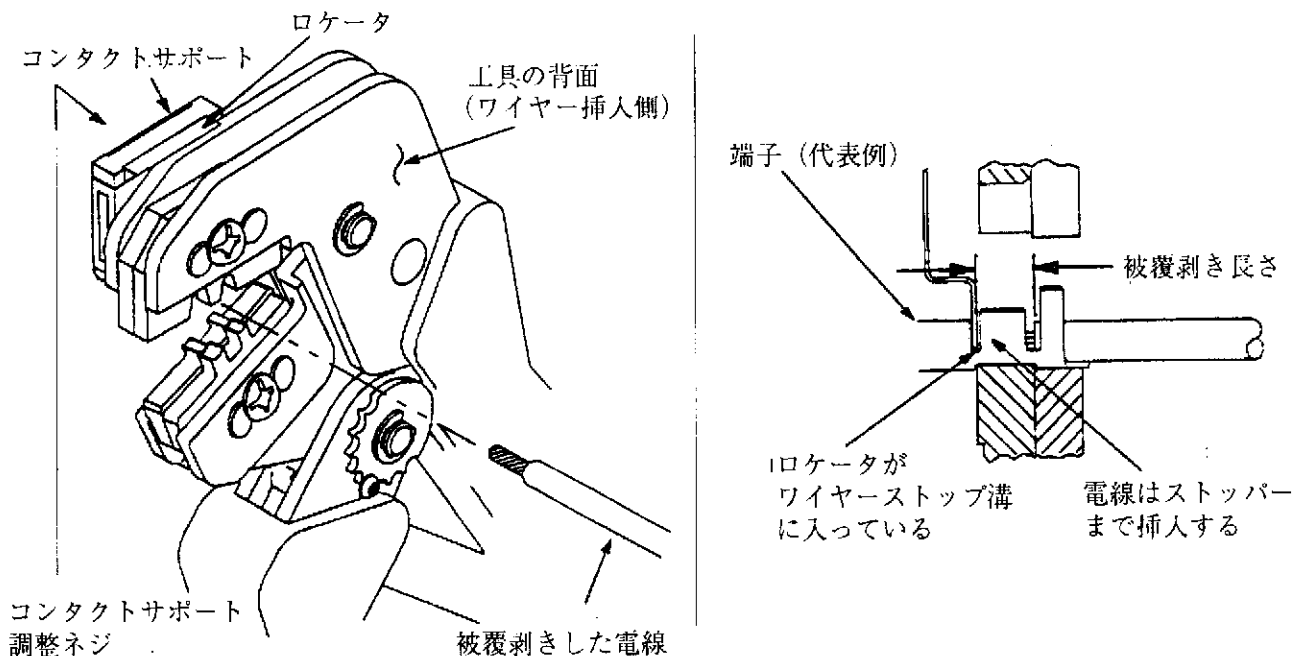

Fig. 3
4. コンタクトサポートの調整 (Fig. 3)
Fig. 1 を参照し、使用する電線の電線サイズ、被覆外径を選択して下さい。また、Fig. 1 に示された長さに従って電線を被覆剥き（ストリップ）して下さい。この際電線に傷を付けたり心線を切らないように注意して下さい。適用する端子を選び、工具に刻印されたマークに従って正しい圧着位置を決定します。Fig. 3 を参照し、以下の手順で圧着して下さい。
3. 端子の位置決めをします。勘合側がロケータ側に来て、バレルの”U”字が上を向くようにして端子をアンビレルの上に置きます。Fig. 3 を参照して下さい。ロケータがワイヤバレルの先端に当たるようにします。
- 被覆剥きした電線を端子のバレル部に挿入します。Fig. 3 に示す様にストッパーに当たるまで挿入して下さい。